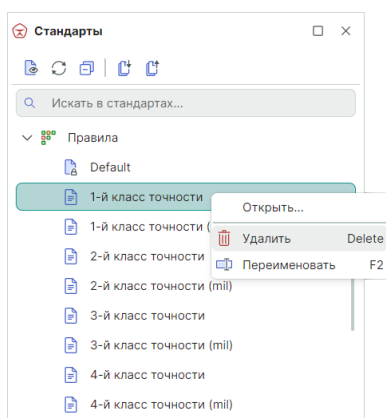

Рис. 131 Удаление шаблона правил
2. Вызовите контекстное меню и выберите пункт «Удалить», см. Рис. 131. Для данного действия также задана горячая клавиша «Delete».